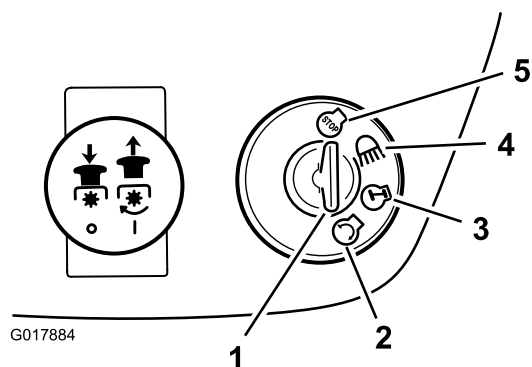

Figura 10
6. Girate la chiave di accensione in senso orario e tenetela in posizione Start (Figura 10).
2. Girate la chiave di accensione in posizione Off (Figura 10).